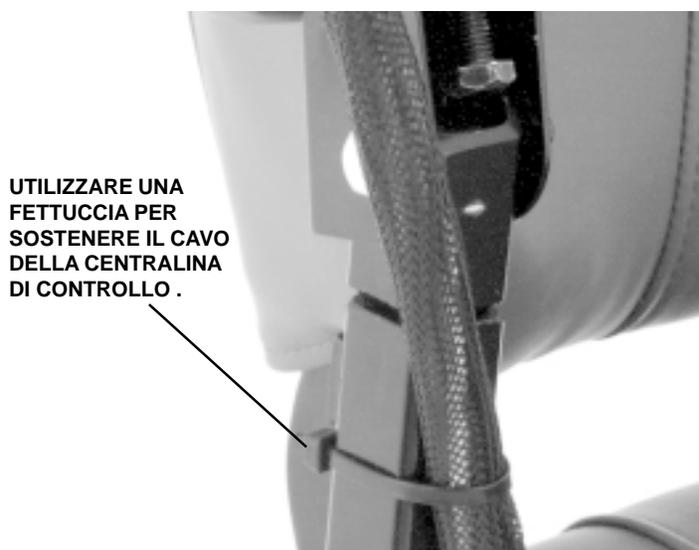

Figura 15. Installazione del Joystick/centralina
2. Tagliare la fettuccia che fissa il cavo della centralina di controllo al bracciolo. Si veda figura 15.
8. Fissare il cavo della centralina di controllo al bracciolo con una nuova fettuccia. Si veda figura 15.